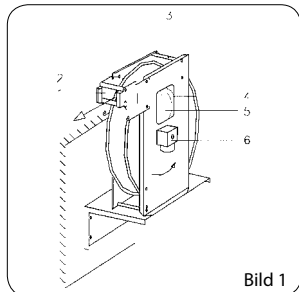
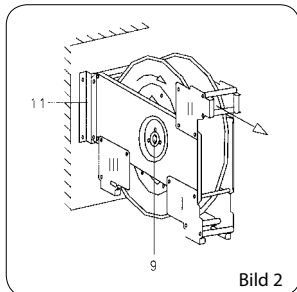
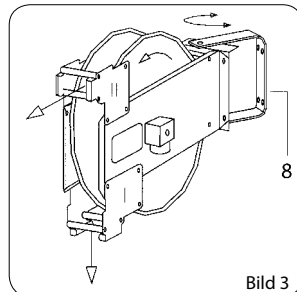

Bild 1
Bild 2
Bild 3
2.2 Geeignete Verschraubungen an Winkeldrehgelenk, Bild 1 Pos. 6, und Anschlussrohr, Bild 1 Pos. 4 anbringen (Geeignete Dichtmittel verwenden). Wegen der Gefahr von Leckage am Drehgelenk ist der Anschluss durch eine starre Verrohrung zu vermeiden.
2.3 Verschlusskappe vom Montagefenster, Bild 1, Pos. 5, entfernen. Schlauchaufroller mit 4 Schrauben M8 oder M10 an der vorgesehenen Unterlage festschrauben, oder mit 2 Schraubzwingen auf eine stabile Unterlage spannen.
2.4 Triebfeder durch Drehen der Trommel in Pfeilrichtung bis zum Anschlag (Feder auf Block) spannen und dann eine Umdrehung nachlassen. Trommel mit der Klemmschraube, Bild 2 Pos. 9, so klemmen, dass der Rohranschluss, Bild 1, Pos. 4 im Montagefenster, Bild 1 Pos. 5, zugänglich ist. **Achtung!** Beim Vorspannen nach jeder Umdrehung arretieren und nachfassen. Unkontrolliertes Zurückschnellen der Trommel kann zu Verletzungen des Bedienungspersonals, sowie zum Bruch der Triebfeder führen.
2.5 Schlauch in seiner gesamten Länge auslegen, ein Ende ohne Knickschutz durch das Einlauffenster, Bild 1 Pos.1, und die Trommelöffnung einführen und die Verbindung zum Anschlussrohr, Bild 1 Pos. 4 herstellen.
2.6 Klemmung durch Lösen der Klemmschraube, Bild 2, Pos. 9, aufheben und den Schlauch durch kontrolliertes Führen mit der Hand, aufrollen lassen.
a. Einlauffenster, Bild 1 Pos. 1, lösen.
b. Distanzachse, Bild 1 Pos. 3, lösen und in die Bohrungen, Bild 1 Pos. 2, einsetzen.
c. Einlauffenster in Stellung 2 gemäß Bild 2, 3 u. 4 montieren.
3.3 Für die Stellung 3, Bild 2, ist wie folgt vorzugehen:
a. Einlauffenster Bild 1, Pos.1 lösen und in Stellung 3, Bild 2, montieren.
b. Zusätzliche Distanzachse, Bild 1, Pos. 3 in den Löchern, Bild 1, Pos. 2, montieren. (Bitte bei Ihrem Händler anfordern!)
3.4 Schlauchbremse: Die untere Führungsrolle des Schlaucheinlauffensters, Bild 1, Pos. 1, ist in Langlöchern verschiebbar angeordnet. Durch Einstellung des Spalts auf den Schlauchaußen- Ø wirken beide Rollen als Schlauchbremse. Ein unkontrolliertes Zurückschnellen des Schlauchs wird damit vermieden.
- 4.2 Feststehende Montage, Bild 1 und 2, nur dann verwenden, wenn die Zugrichtung des Schlauchs nicht über 30° abgewinkelt wird, Bild 6. Sonst Schwenkkonsolen gem. Bild 3, Pos. 7 verwenden. Bei der Montage der Schlauchaufroller ist ein ebener, tragfähiger Untergrund erforderlich. Für den Untergrund kommen in Frage: Holz, Stahl, Beton, Mauerwerk, Paneelwände (hier ist eine Gegenplatte erforderlich). Die zu erstellenden Befestigungslöcher müssen unbedingt mit dem Lochbild des Schlauchaufrollers übereinstimmen. Bei der Montage in Zwangslage kommt es sonst zur Verspannung der Lager. Als Folge blockiert die Trommel. Zur Vermeidung derartiger Montagefehler empfehlen wir unbedingt den Einsatz der Montagekonsolen Type KWH, Bilder 2 u 4, Pos. 11; Type SKW, Bild 3, Pos. 7, oder Type KHD, Bild 1.
- 7.3 Nach der Schlauchmontage, sowie nach Arbeiten an der Sperreinrichtung, unbedingt Montagefenster, Bild 1, Pos. 5, mit der Verschlusskappe verschließen. Es kann sonst bei sich drehender Trommel zu Handverletzungen kommen.